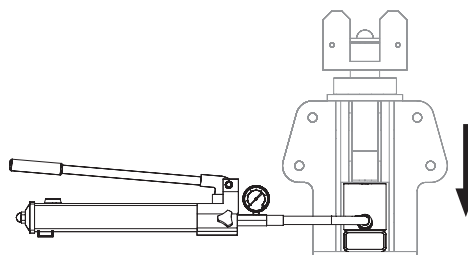

Fig. B1.26
4. Abbassare il cilindro idraulico (8). (Fig. B1.26)